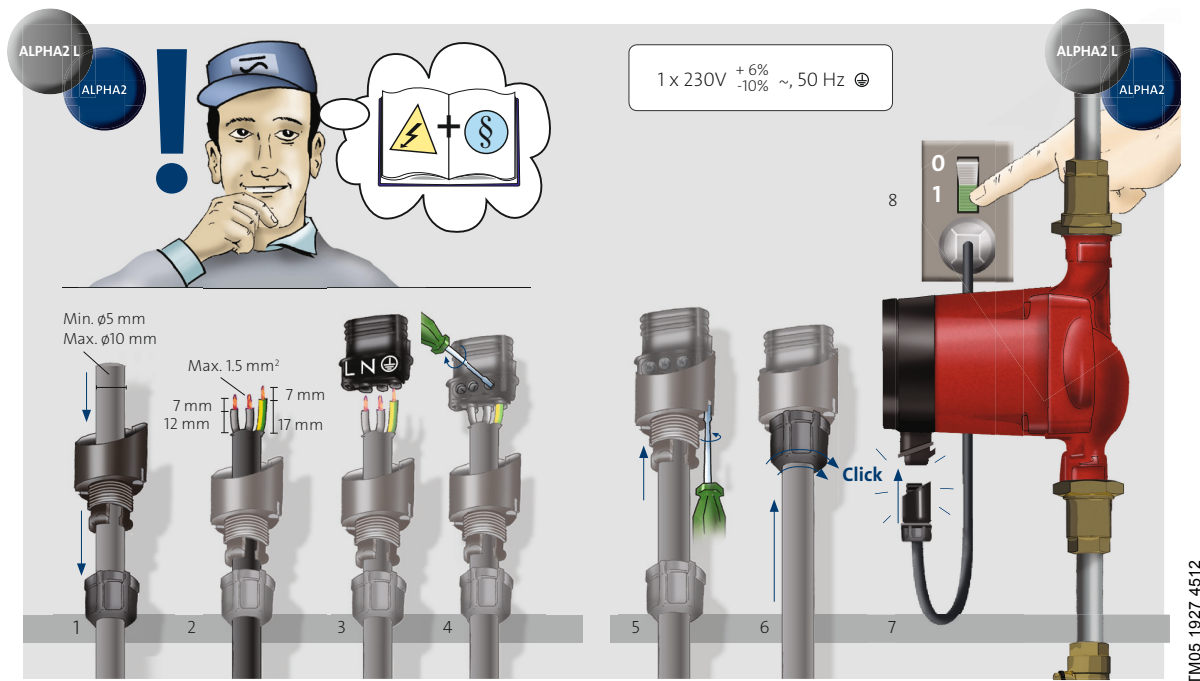

Fig. 6 Elanslutning
- Anslut pumpen till elnätet med den medföljande stickproppen enligt fig. 6, steg 1 till 8.